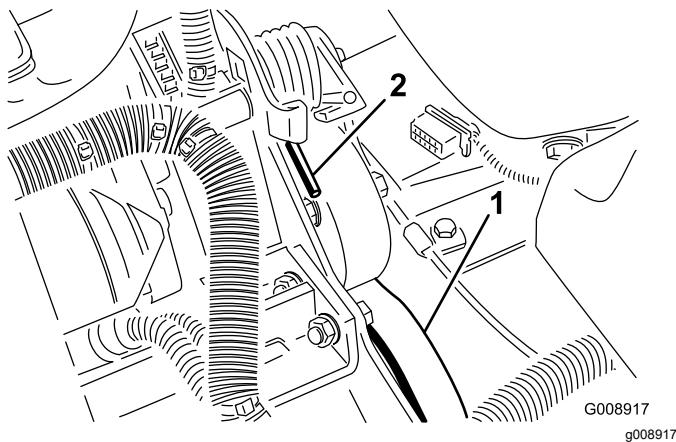

Figura 74
3. Premete l'estremità della molla e spingetela in avanti (Figura 74) per sbloccarla dalla staffa e rilasciare la tensione della molla.